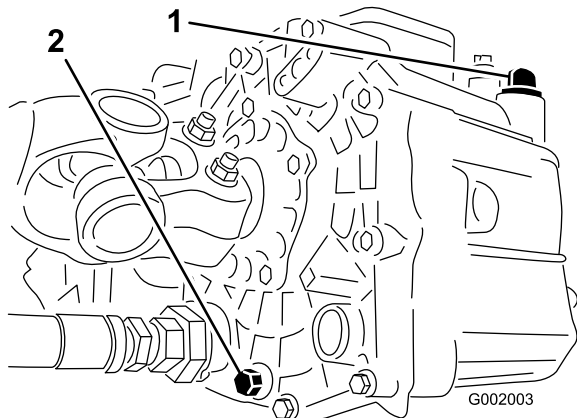

図 38
- 油圧オイル・タンクの側面にあるドレン・バルブをゆるめ、流れ出すオイルを容器に受ける(図 38)。